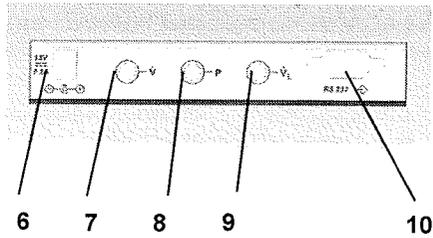

Abbildung 2 - Geräterückseite
3. Verbinden Sie die andere Seite des seriellen Kabels mit dem seriellen Anschluss auf der Rückseite der *KnightControl* Fernbedienung (Position 10 der Abbildung 2 – Geräterückseite auf der Seite 37).
4. Verbinden Sie das Kabel des Netzteils mit dem Stromversorgungsanschluss auf der Rückseite der Fernbedienung (Position 6 der Abbildung 2 – Geräterückseite auf der Seite 37).
Es sind bis zu drei Analogausgänge verfügbar, abhängig vom Gerät, das mit der Fernbedienung verbunden ist: Das Drucksignal im Bereich der Maske, das Atemflusssignal und das Leckageflusssignal. Diese Signale können über die im Kapitel "Zulässiges Zubehör" auf Seite 43 erwähnten Ausgabekabel in ein polygrafisches System eingespeist werden. Die Kabel werden unabhängig von dem mit der Fernbedienung verbundenen Gerät mit den Anschlüssen auf der Rückseite verbunden (Position 7, 8 und 9, Abbildung 2 – Geräterückseite, Seite 37).